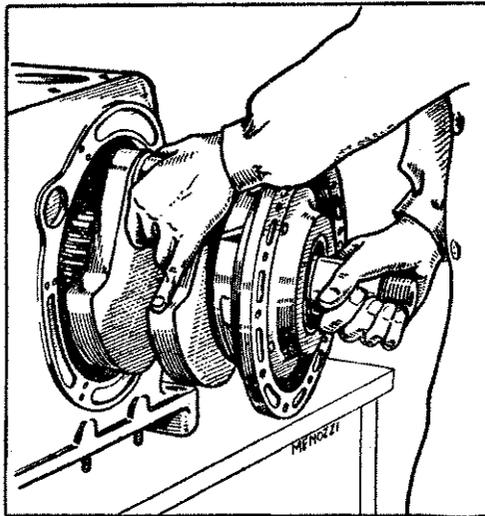

Fig. 16
- 4) Infilare l'albero a gomito nel basamento, avendo cura che la manovella sia perfettamente verticale e con il bottone in alto (cioè al **punto morto superiore**). (Fig. 16).